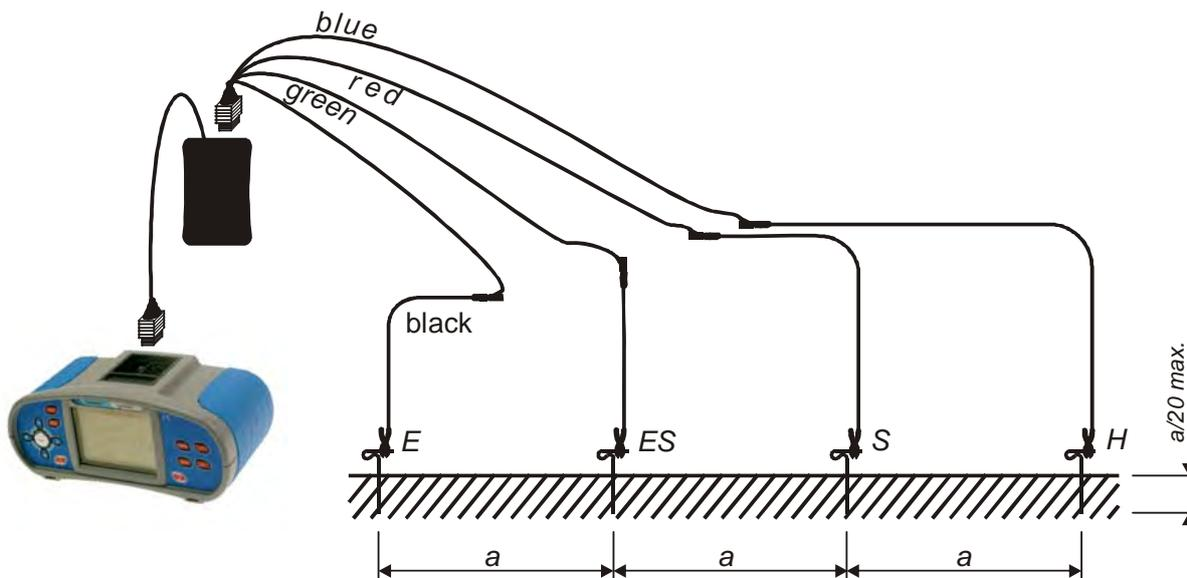

Abb. 5.39: Spezifische Erdwiderstand- Prüfung mit dem ρ -Adapter
- ❑ **Schließen** Sie den ρ -Adapter an die Prüfsonden an (siehe Abb. 5.39).